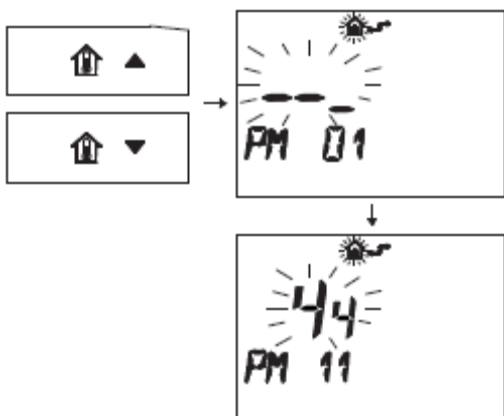

рис. 5.53
- Нажмите кнопки   или  , для перехода к параметру «PM 11» пост-циркуляция насоса (см. рис. 5.53).